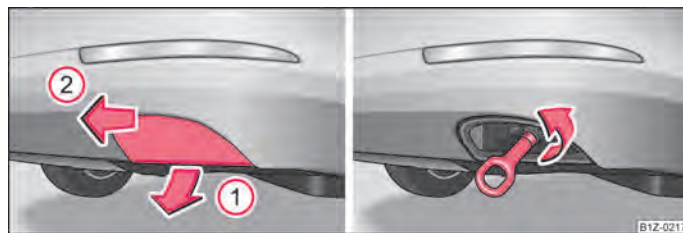

Fig. 175 Pare-chocs AR : Déposer le cache/pare-chocs arrière : Pose des œillets de remorquage
- Déverrouillez la partie inférieure du cache en tirant vers le bas et dans le sens de la flèche ① ⇒ fig. 175.
- Débloquez la partie supérieure du cache en tirant dans le sens de la flèche ② et sortez-la.
- Vissez l'oeillet de remorquage manuellement vers la gauche jusqu'à ce qu'il soit en butée ⇒ fig. 175 - à droite et serrer celui-ci aussi fermement que possible. Pour le serrage, nous recommandons d'utiliser par ex. la clé de roue, l'oeillet de serrage d'un autre véhicule ou un objet analogue que vous pouvez passer à travers l'oeillet.